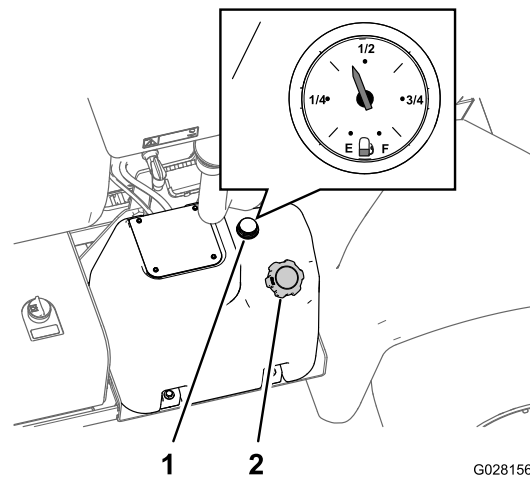

Figura 23
3. Pulite intorno al tappo del serbatoio del carburante (Figura 23).